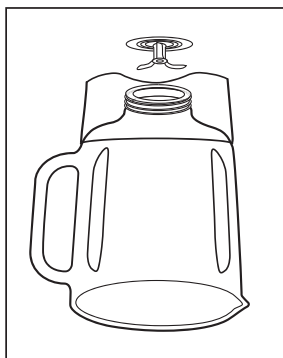

FIGURE 2
3. Introduire l'ensemble lame dans le récipient (*Figure 2*).